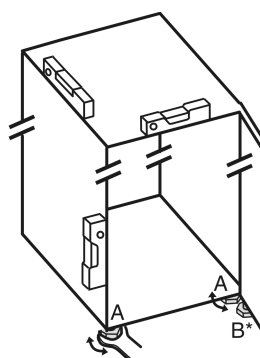

Fig. 6
- ▶ Seřizovací nožky Fig. 6 (A) vyšroubujte pomocí přiloženého vidlicového klíče a pomocí vodováhy, dokud nebude spotřebič pevně vyrovnaný.
- ▶ Seřizovací nožku Fig. 6 (B) na stojanu ložiska vytáchejte pomocí přiloženého vidlicového klíče, až dosedne na zem.
- ▶ Seřizovací nožku Fig. 6 (B) otáčejte dál o 90°.